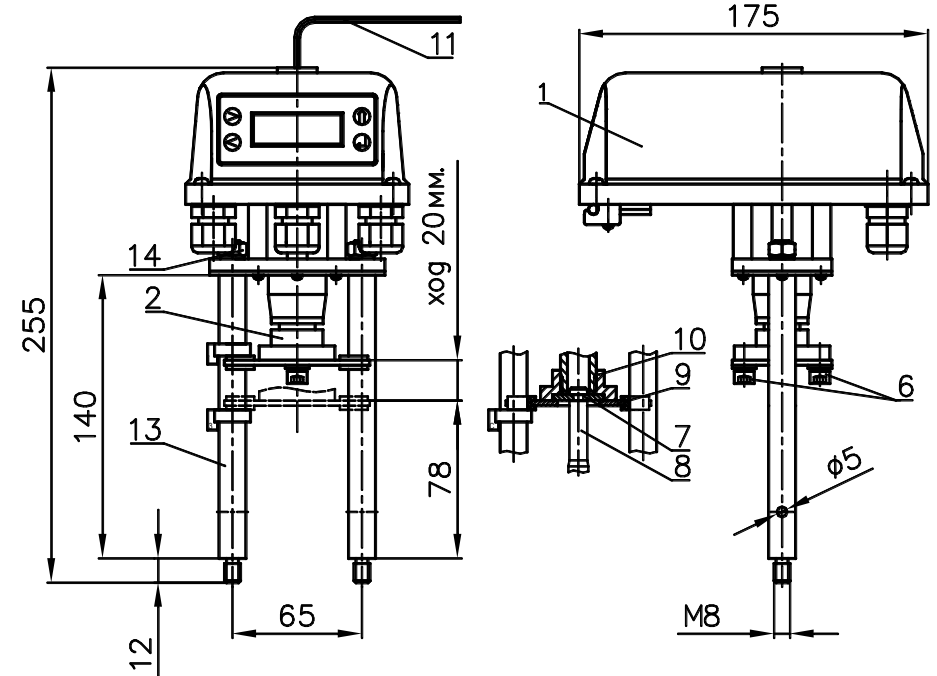

рисунок 1 - ВЭП-245М
- электропривод (рисунок 1 – позиция 1);
- винтовая передача (рисунок 1 – позиция 2).